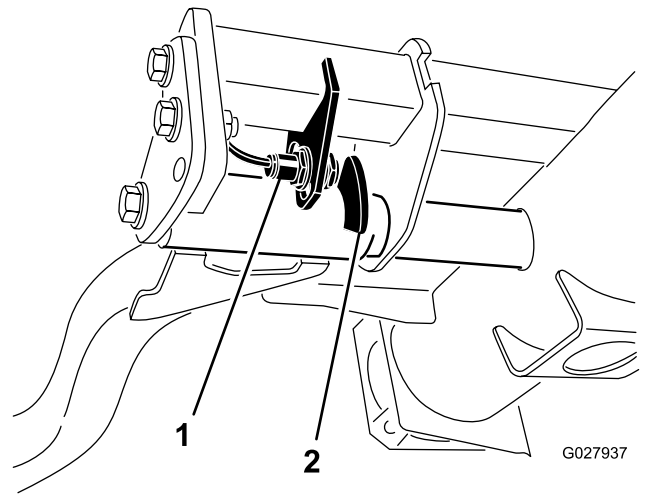

图36
2. 提升臂位于右前方提升臂（图36）后面的液压油箱下。
3. 拧松开关安装螺钉（图36）并向下移动开关，可增大提升臂的转向高度；向上移动开关，可减小提升臂的转向高度。